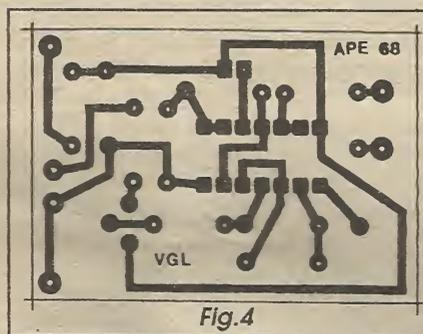

Fig.4
**- FIG. 4 - LAYOUT DO CIRCUITO IMPRESSO ESPECÍFICO...** - A plaquinha do impresso é simples, e seu padrão cobreado é visto em escala 1:1 na figura... Como sempre, bastará *carbonar* o desenho sobre o lado metalizado de um fenolite *virgem* nas indicads dimensões, fazer a traçagem com decalques (a presença do integrado, na prática obriga a essa técnica de acabamento do desenho...) ácido-resistentes, efetuar a corrosão (na solução de percloroeto de ferro), a limpeza, a furação, etc. Com a plaquinha pronta, furada em suas ilhas, conferida e novamente limpa, convém que os próprios terminais dos componentes também sejam limpos (podem ser levemente raspados com uma lâmina, ou mesmo lixados - também de leve, com lixa fina...), garantindo soldagens perfeitas, que devem ser feitas com ferro leve (máximo 30 watts) e solda fina, de baixo ponto de fusão, conforme *eter-namente* recomendamos...